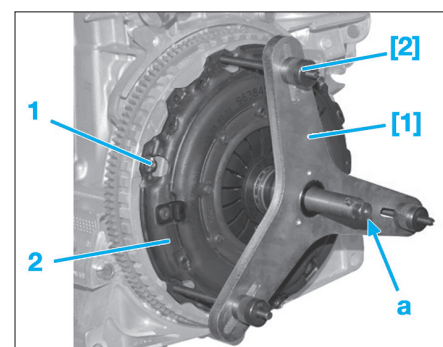

Fig. 4
- Mettre en place les outils [1] et [2] (Fig.4).
- Reposer les vis (1).
- Détendre le mécanisme d'embrayage (2) en agissant sur la vis centrale (a).
- Reposer les vis manquantes (1).